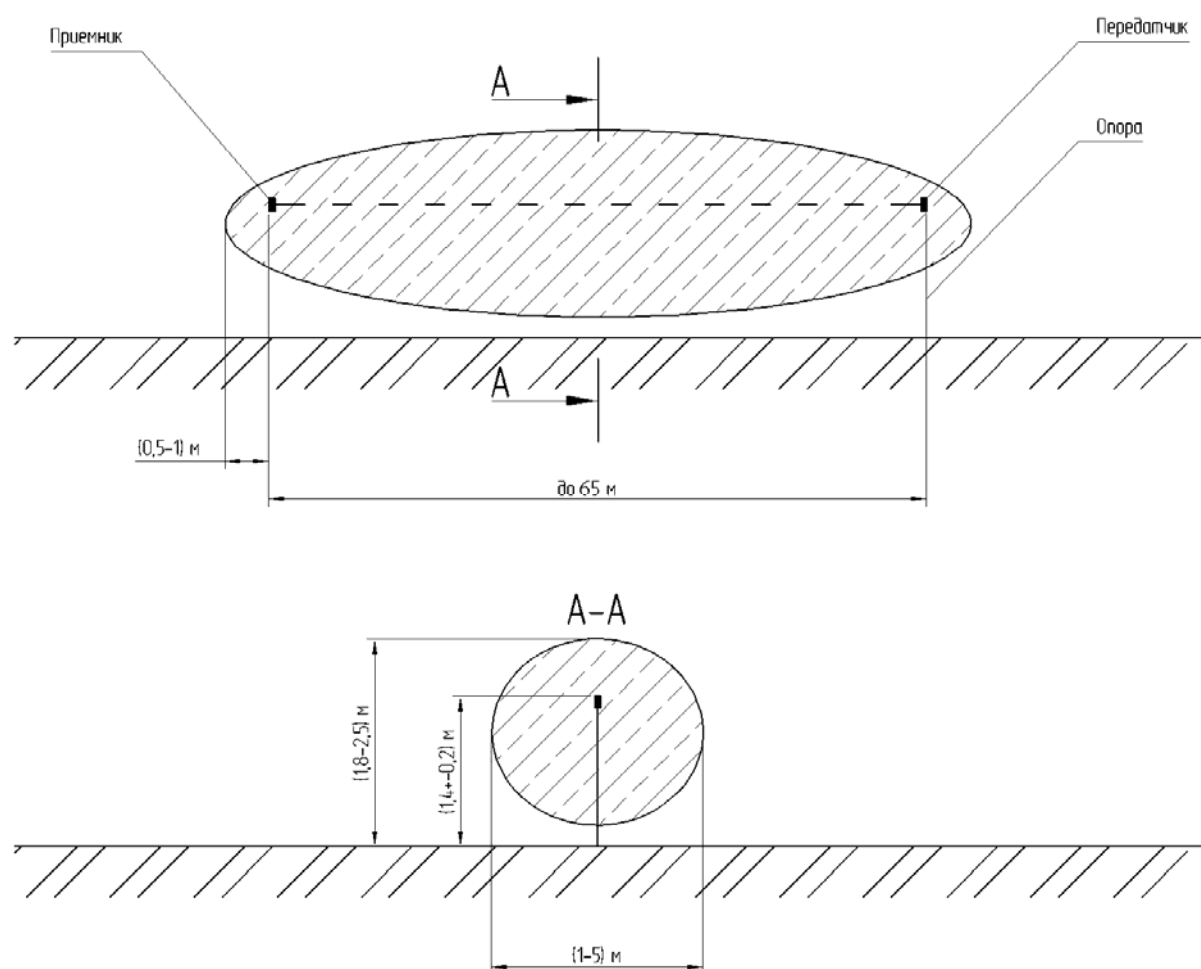

Рисунок 5.3. конфигурация зоны обнаружения по человеку
- Закрепить приемник и передатчик извещателя на кронштейны (приемник и передатчик должны быть установлены навстречу друг другу рисунок 5.3). Допустимое взаимное отклонение осей приемника и передатчика по вертикали и горизонтали $\pm 15^\circ$. **Извещатель не требует специального оборудования для установки соосности приемника и передатчика.**